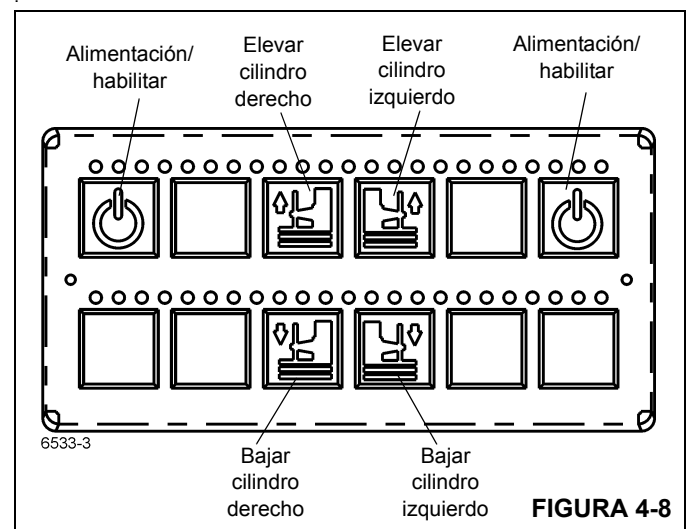

FIGURA 4-8
3. Use el tablero de interruptores de contrapeso (Figura 4-8) para bajar los cilindros de contrapeso, presionando un botón de alimentación/habilitar mientras oprime el botón de bajada del cilindro correspondiente. Fije los cilindros al contrapeso, usando los pasadores de fijación de los cilindros. Instale pasadores de retención en los pasadores de fijación.